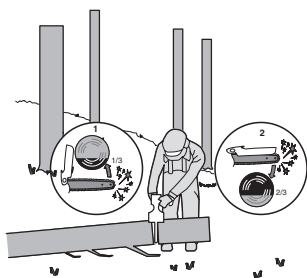

Bild 3
När stocken stöttas i ena änden, så som visas på bild 3, säga in 1/3 diameter från undersidan (kapning från undersidan) (1). Avsluta med att kapa från ovasidan för att möta det första snittet (2).